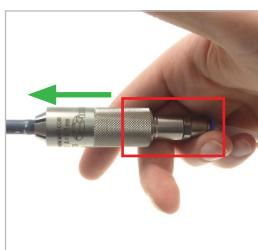

Abbildung 9
- Halten Sie den Adapter am Unterteil (Pos. 2) und an der Betriebsmedienzuleitung mit einer Hand fest (siehe rot umrandeter Bereich) und drücken Sie gegen den Prüfling (grüner Pfeil, *Abbildung 9*).Ziehen Sie anschließend die Schiebehülse (Pos. 1) nach hinten.